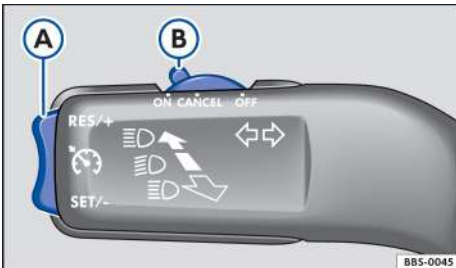

Рисунок 80. Левая сторона рулевой колонки: кнопка управления круиз-контролем (GRA)
- Установите переключатель →Рисунок 80 (В) в положение **ON**.